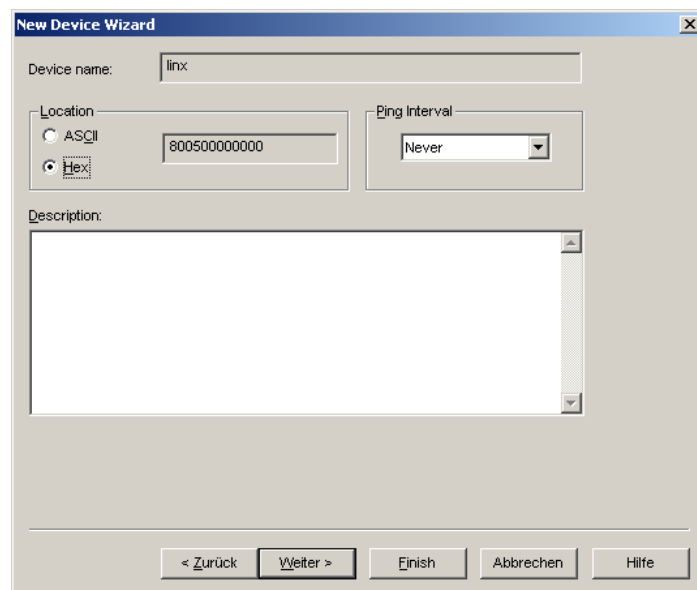

Abbildung 89: Voreinstellungen für die Location belassen
5. Im folgenden Dialog, der wie in Abbildung 89 erscheint, müssen Sie **Next** klicken.